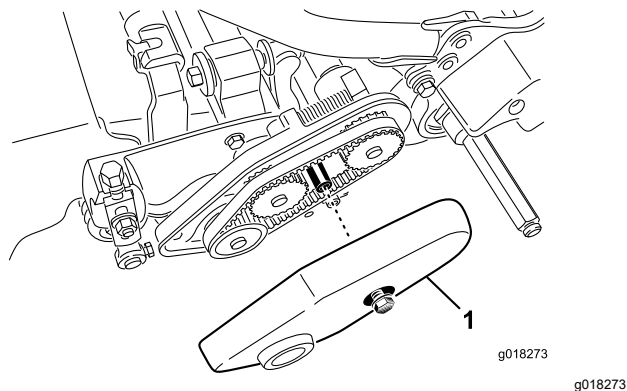

Figura 40
2. Afloje el perno con arandela prensada que sujeta la cubierta de la correa, y retire la cubierta de la correa para tener acceso a la correa (Figura 40).